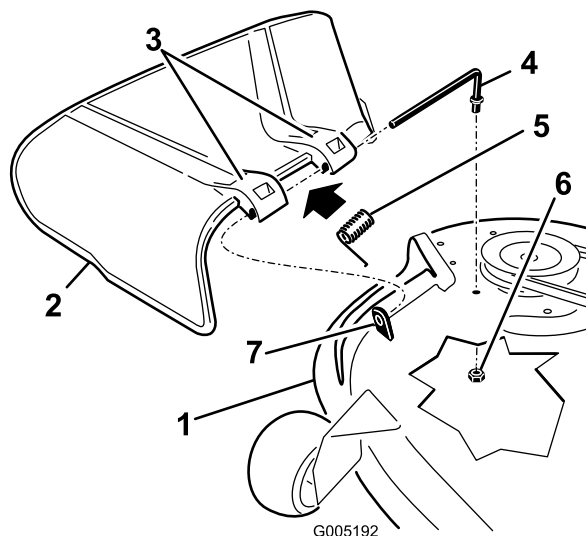

Figure 58
- Repérez les éléments illustrés à la Figure 58.
2. Retirez l'écrou (3/8 po) de la tige, sous le tablier de coupe (Figure 58).
3. Sortez la tige de la courte cheville de positionnement, du ressort et du déflecteur d'herbe (Figure 58). Enlevez le déflecteur s'il est endommagé ou usé.
4. Remettez en place le déflecteur d'herbe (Figure 58).
6. Placez le ressort sur la tige, les fils d'extrémité dirigés vers le bas, entre les supports du déflecteur d'herbe. Insérez la tige dans le deuxième support du déflecteur d'herbe (Figure 58).
7. Insérez la tige à l'avant du déflecteur dans la courte cheville de positionnement sur le tablier. Fixez l'extrémité arrière de la tige dans le tablier de coupe à l'aide d'un écrou (3/8 po) (Figure 58).